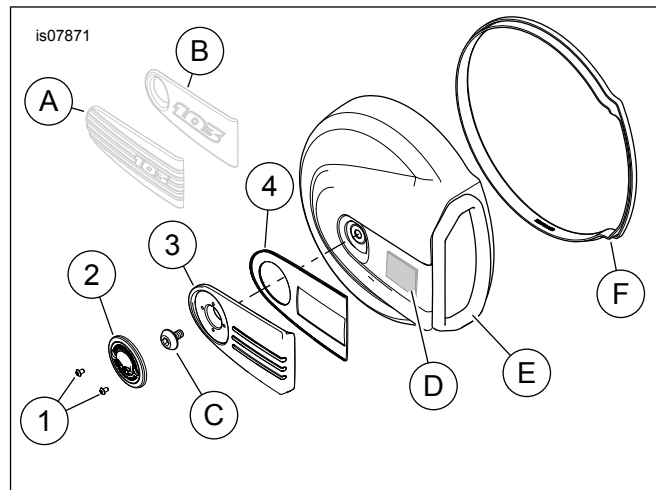

Figura 1. Parti di ricambio: kit finitura del filtro dell'aria
Vedere Figura 1 e Tabella 1.
- Vedere Figura 1. Rimuovere l'inserto originale (A o B) dal coperchio del filtro dell'aria.
- Rimuovere la vite (C). Non è necessario rimuovere il coperchio del filtro dell'aria (E) e la guarnizione di tenuta (F).
- Vedere Figura 1. Pulire in modo approfondito l'area (D) con una miscela 50:50 di alcol isopropilico ed acqua distillata. Far asciugare completamente.
- Allineare visualmente la piastrina di finitura (3) con il coperchio e premere fermamente sulla zona del dispositivo di fissaggio (D) per assicurarlo. Tenere premuto per 30 secondi.
- Applicare del FRENAFILETTI E SIGILLANTE MEDIA RESISTENZA LOCTITE 243 (blu) alle filettature della vite (C).